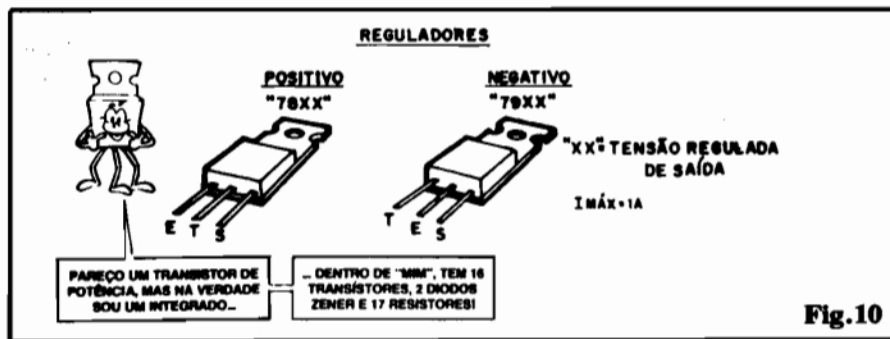

Fig.10
**FIG. 10 - O REGULADOR DE TENSÃO DA SÉRIE "78XX" E "79XX"** - A figura mostra as aparências e pinagens dos Integrados Reguladores de Tensão da série **standart** "78XX" (Tensão Positiva) e "79XX" (Tensão Negativa). Observar a disparidade do posicionamento das "pernas" E-T-S nas duas versões, e notar que externamente eles se parecem muito com simples transistores bipolares de Potência (mas "lá dentro" deles tem uma porrada de transistores, fora diodos e resistores...). Quanto ao código identificatório, no lugar daquele "XX" entra sempre dois algarismos, indicando numericamente a "voltagem" nominal de Saída do Integrado (ver Tabela a seguir...). A Corrente máxima situa-se em 1 ampère e as Tensões máximas aplicáveis ao terminal "E" (sempre pelo menos 3V maior do que a nominal, esperada na Saída, lembrem-se...) encontram-se também relacionadas...
- Quanto mais alta for a Tensão real de Entrada, maior será a dissipação no Integrado, função também da Corrente real demandada pela carga ou circuito acoplado à sua Saída. Quando esse diferencial for muito maior do que os 3V mínimos de "margem" exigidos pelo Integrado (por exemplo: uma Tensão de Entrada de 20V para uma da Saída de 9V, com 7809, no caso...), convém dotar o componente de um bom dissipador de calor (para isso sua "embalagem" já apresenta a lape-la metálica de acoplamento termo-mecânico do radiador - ver fig. 10. Entretanto, quando a Corrente final for baixa (menos de 500mA) e o diferencial de Tensão